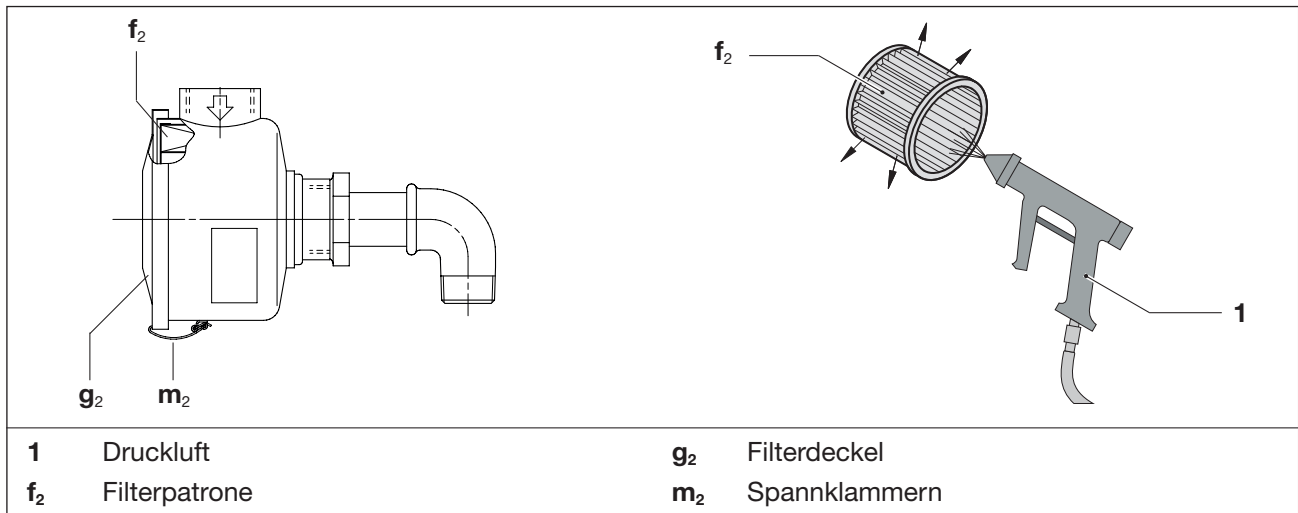

Abb. 10 Ansaugfilter
- Spannklammern (Abb. 10/m₂) am Filterdeckel (Abb. 10/g₂) lösen.
- Die Filterpatrone (Abb. 10/f₂) aus dem Filter entnehmen und reinigen bzw. austauschen.
d) Filterpatrone wieder in den Filter einsetzen und Filterdeckel (Abb. 10/g₂) mit den Spannkammern (Abb. 10/m₂) befestigen.